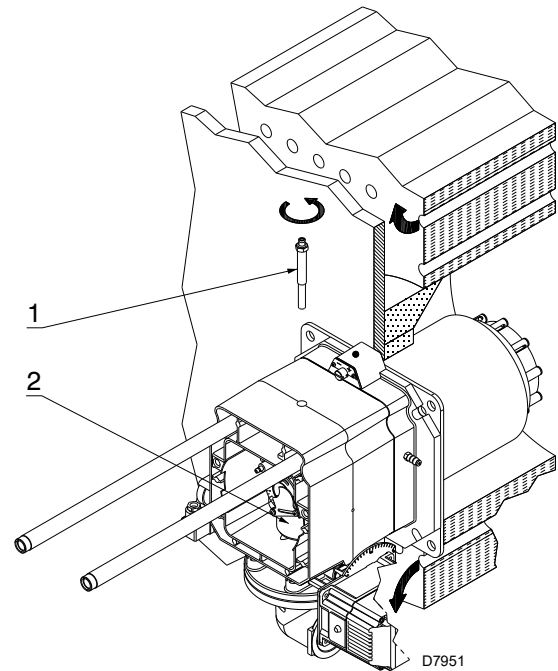

Fig. 14
- scoateți șurubul 1)(Fig. 14)
- Scoateți partea internă 2)(Fig. 14) a capului și calbrați-o.
În acest moment al instalației, capul de ardere este fixat pe centrală ca în Fig. 14. Prin urmare, este deosebit de ușor de reglat, care depinde doar de puterea maximă a arzătorului.